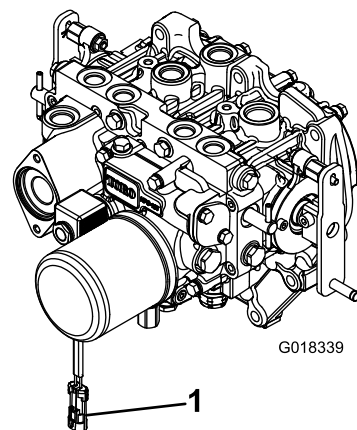

図 3
2. ワイヤハーネスについている PTO 用ソレノイドバルブ駆動コイル用のコネクタを外す 図 3。
8. 駆動シャフトの反対側の端部をアタッチメントのギアボックスのシャフトに固定し終わったら、ワイヤハーネスの電気コネクタをPTOソレノイドバルブのコイルのコネクタに接続する 図 3。